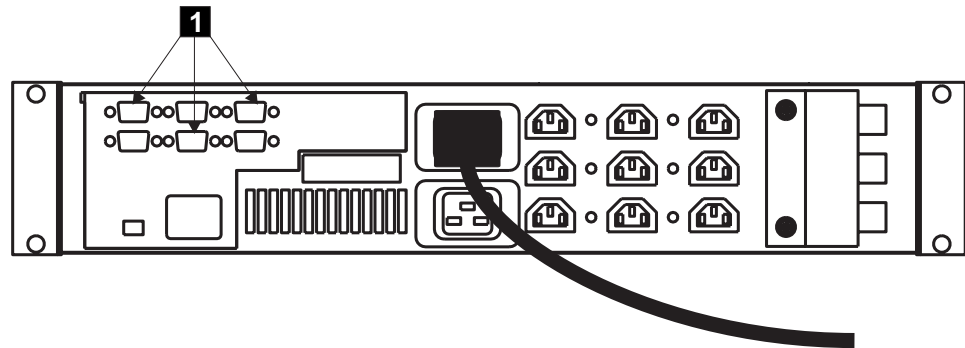

図 243. 2145 UPS シグナル・ケーブルの接続
4. 2145 UPS の後部で、シグナル・ケーブル (図 243の **1**) 接続します。